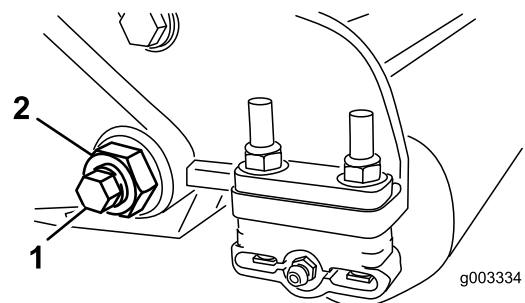
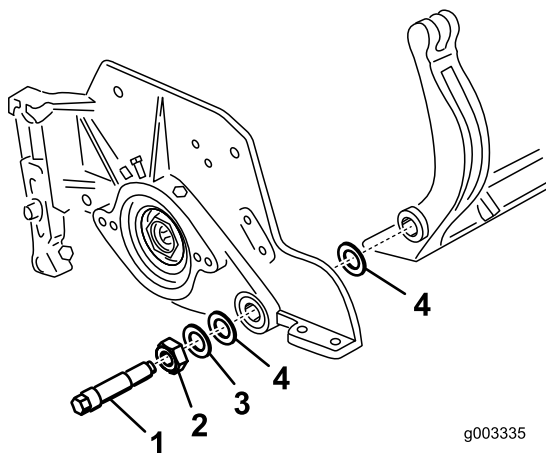

Bild 38
Bild 39
3. Lösen Sie an jeder Seite der Maschine die Sicherungsmutter, mit der die Schraube des Untermesserträgers befestigt ist (Bild 38).
4. Nehmen Sie jede Schraube des Untermesserträgers ab, damit der Untermesserträger nach unten gezogen und von der Maschine entfernt werden kann (Bild 38). Bewahren Sie die zwei Nylonscheiben und die Scheibe aus gestanzten Stahl an jedem Ende des Untermesserträgers auf (Bild 39).
Hinweis: Legen Sie eine Nylonscheibe auf jede Seite des Seitenplattenansatzes. Legen Sie eine Stahlscheibe außen auf jede Nylonscheibe (Bild 39).